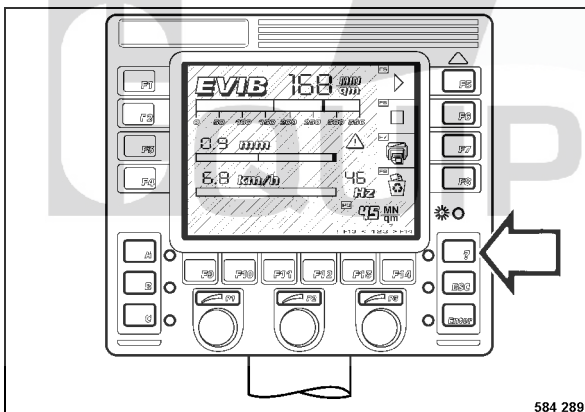

fig. 80
- Confirmer avec la touche "?" (menu). (fig. 80).